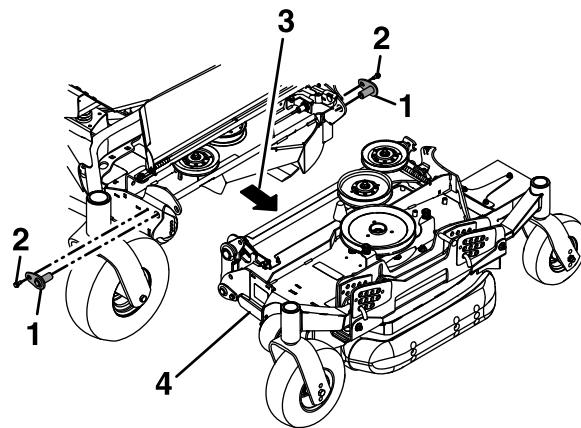

Figura 85
- Retire y guarde los pernos que sujetan los pasadores de giro superiores a la carcasa, y luego retire los pasadores de giro (Figura 85).
- Tire de la carcasa lateral hacia fuera para separarla de la carcasa central (Figura 85).
Alinee e instale los pasadores de giro superiores en la parte delantera y trasera de la carcasa, y sujetelos con los pernos que se retiraron anteriormente (Figura 85).